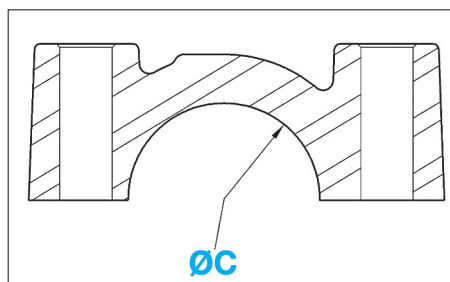

FIG. 2
Ø (C) des chapeaux de paliers d'arbre à cames : 24 ± 0,25 mm (Fig.2).